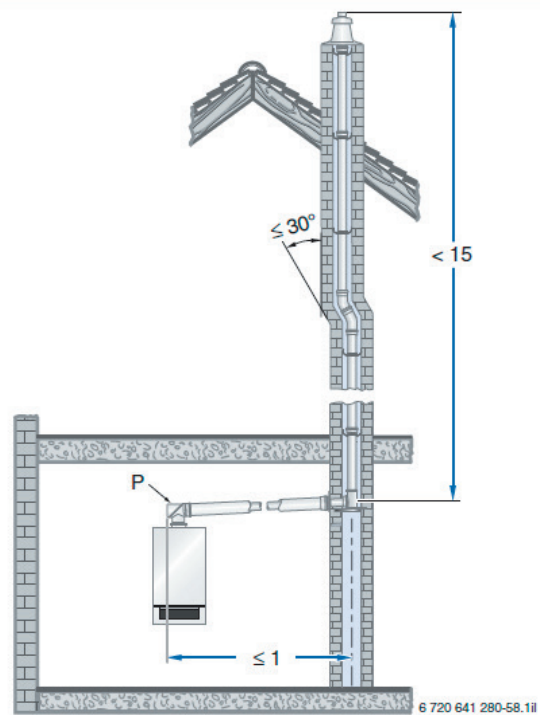
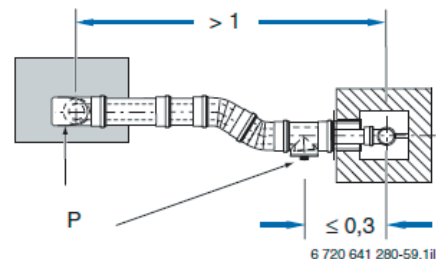

Рис. 139 Приклад розташування ревізійного отвору (P) для горизонтального димовідводу без поворотів в приміщенні котельні (розміри в метрах)
Рис. 140 Приклад розташування ревізійних отворів (P) для горизонтального димовідводу з поворотом в приміщенні котельні – Вигляд зверху (розміри в метрах)
Відповідно до DIN 18160-1 та DIN 18160-5 димовідвідні системи, що працюють з забором повітря для горіння з приміщення, мають бути легко доступними для проведення нескладного та надійного контролю та необхідного чищення. Для цього слід проектувати ревізійні отвори (→ Рис. 139 та Рис. 140).
- на торці прямого горизонтального відрізка димоходу на відстані не більше 1 м від повороту у вертикальний відрізок димоходу, якщо між цими точками немає ніякого коліна (→ Рис. 139),
- на боковій частині горизонтального відрізка димоходу на відстані не більше 30 см від повороту у вертикальний відрізок димоходу (→ Рис. 140).
- нижній ревізійний отвір виконаний відповідно до DIN 18160-1 та 18160-5 (→ Рис. 139 та Рис. 140).